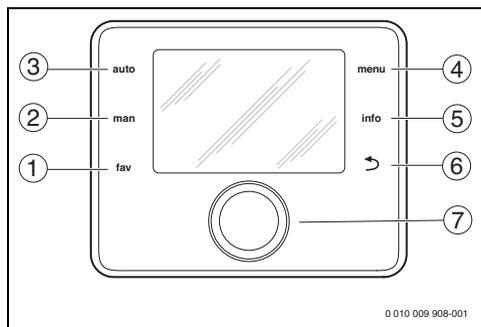

Fig. 1 Elementi di servizio
- ▶ premere e ruotare la manopola con pulsante di selezione (→ fig. 1, [7]) finché non viene visualizzata la zona di ventilazione anziché il circuito di riscaldamento oppure il circuito di riscaldamento anziché la zona di ventilazione.